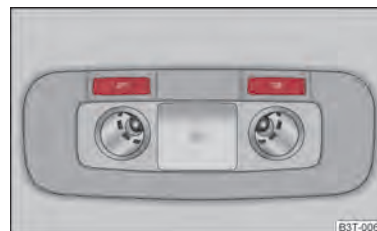

Fig. 43 Iluminación del habitáculo y lamparitas de lectura posteriores
- Pulse el interruptor   $\Rightarrow$  fig. 43 para conectar y desconectar las luces de lectura.